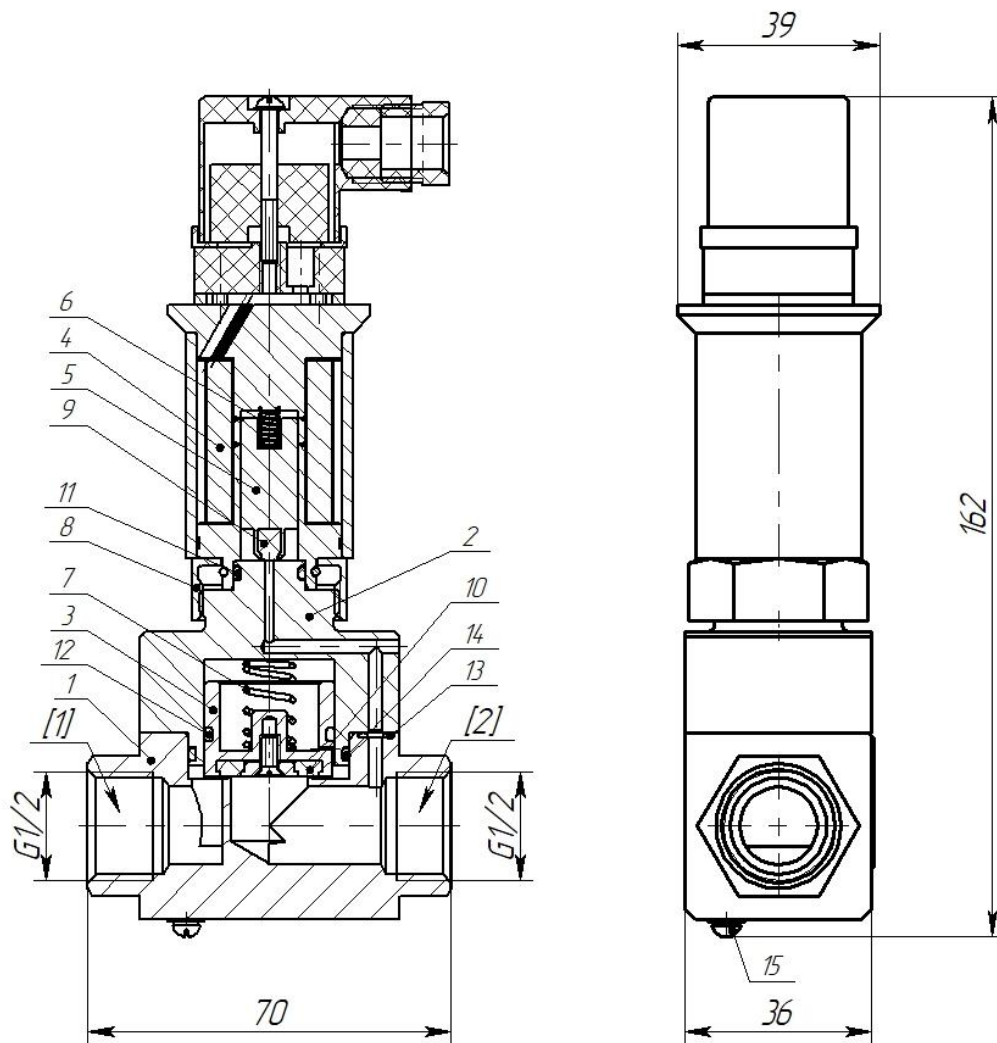

Рисунок 5.1 – Общий вид клапана
12. Габаритные размеры, мм	См. рис. 5.1
При проведении текущего ремонта (см. табл. 8.1) производится разборка клапана в следующей последовательности (рис. 5.1): открутить гайку 8 на нижнем фланце электромагнитного привода 4, плавно снять привод 4 с крышки 2, из внутренней полости привода 4 извлечь якорь 5, пружину 6; открутить крепежные винты на корпусе 1 и снять крышку 2, извлечь из внутренней полости крышки 2 поршень 3 с пружиной 7.